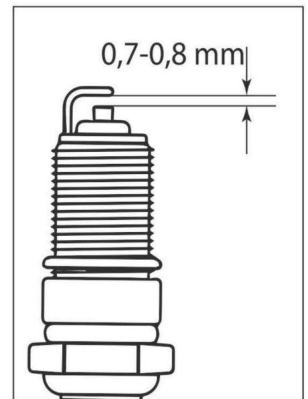

Fig. 27
7. Vérifiez l'écart entre l'électrode de terre et l'électrode centrale à l'aide d'un sonde spéciale. Si nécessaire, régler l'écartement à 0,7-0,8 mm (Fig. 27).